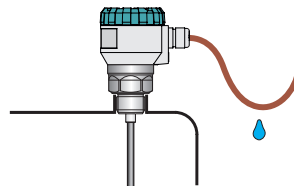

Abb. 15: Eindringen der Feuchtigkeit durch die Kabeltülle vermeiden
- Das Kabel sollte unter der Kabeltülle (Durchhängen schräg nach unten) geführt werden. Dadurch wird eventuelles **Eindringen der Feuchtigkeit durch die Kabeltülle** vermieden. Regen- und Kondenswasser kann somit frei abfließen, Abb. 15.